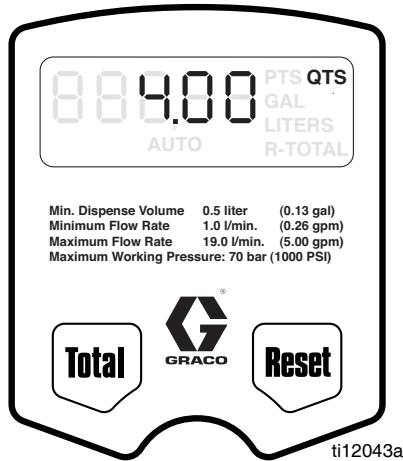

ABB. 14
1. Wenn die Anzeige dunkel ist (Schlafmodus), drücken Sie die Taste für Gesamtmenge oder Zurücksetzen und halten Sie diese niedergedrückt. Die Menge der letzten Ausgabe erscheint auf der Anzeige (ABB. 14).